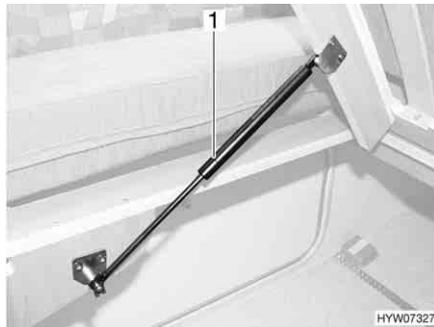

Bild 106 Festes Bett
- Lattenrost anheben. Die Gasdruck-Federn (Bild 106,1) halten den Lattenrost in geöffneter Stellung.